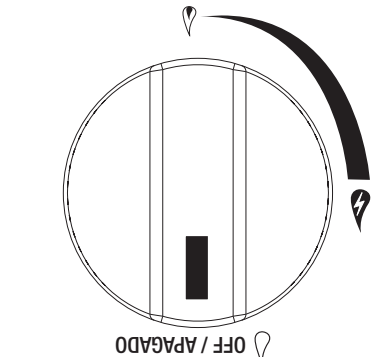

Figura 3
1. Asegúrese de que la perilla de control esté en la posición de "APAGADO" (Figura 3).
2. Asegúrese de que las perillas de control están en la posición "APAGADO". Vea la Figura 3.